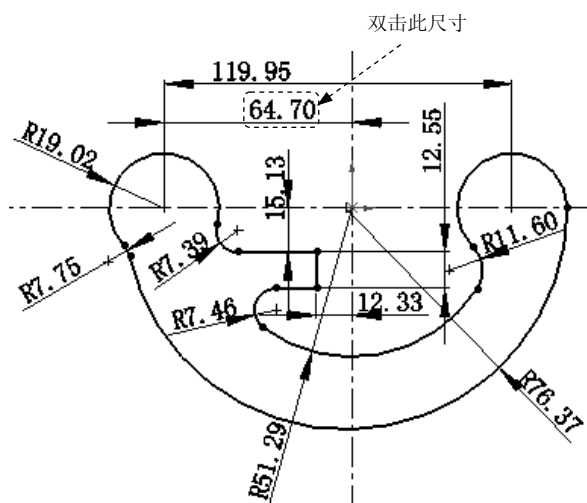
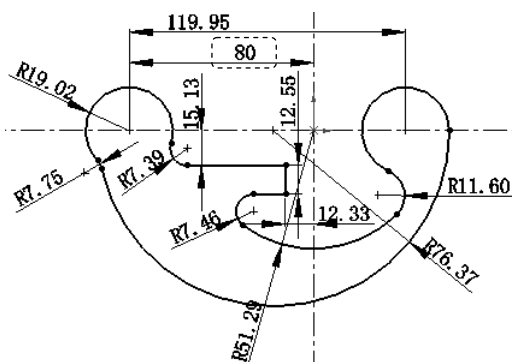

图 6.7 添加尺寸约束
图 6.8 修改后的尺寸约束
选择下拉菜单 **工具(T)** → **标注尺寸(S)** → **智能尺寸(S)** 命令，添加图 6.7 所示的尺寸约束。
Step 1 双击图 6.7 所示的尺寸值，在系统弹出的“修改”文本框中输入“80”，单击 ☒ 按钮，然后单击“尺寸”对话框中的 ☒ 按钮，修改完成后如图 6.8 所示。